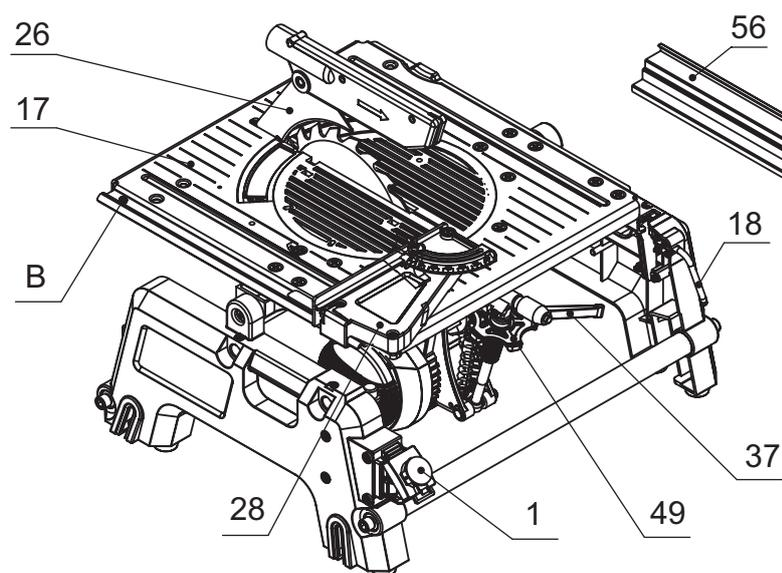
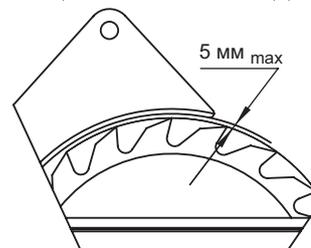

Рис. 17.
Рис. 20.
- Установите расклинивающий нож с ограждением 26 (входят в комплект поставки) (рис. 17). Вдвиньте конец с прорезью расклинивающего ножа в паз для пильного диска в столе 17 и продвиньте его в прорезь рамы резцовой головки 2 под головку винта 8 (рис. 2). Выставьте зазор между пильным диском и расклинивающим ножом, как показано на рис. 20.
- Вращая маховик 49 механизма регулирования глубины пропила 9, установите необходимую глубину пиления (рис. 17, 18). При правильной установке, острия 3-х верхних зубьев пильного диска должны выступать наружу из верхней стороны обрабатываемой заготовки.
- Ослабьте зажимную рукоятку 37 фиксатора наклона резцовой головки 2 (рис. 17).
Поперечное пиление со скосом производится с помощью приспособления для поперечной распиловки под углом 28° (входит в комплект поставки) (рис. 17, 22).
- Вдвиньте планку 52 приспособления для поперечной распиловки под углом в паз В (рис. 17), расположенный с левой стороны стола.
- снять расклинивающий нож с ограждением 26 (рис. 17);